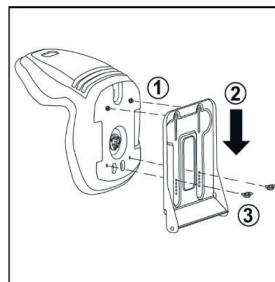

FIG.2A
2. ELIJA UNO DE LOS CINCO ORIFICIOS DEL ASIENTO Y ENROSQUE LOS TORNILLOS DE MARIPOSA (A) EN LOS ORIFICIOS. FIJELOS CON LAS TUERCAS DE MARIPOSA (B) SUMINISTRADAS. SELECCIONE UNO DE LOS CINCO ORIFICIOS PARA COLOCAR EL ASIENTO EN LA POSICIÓN DESEADA. (FIG.2A)